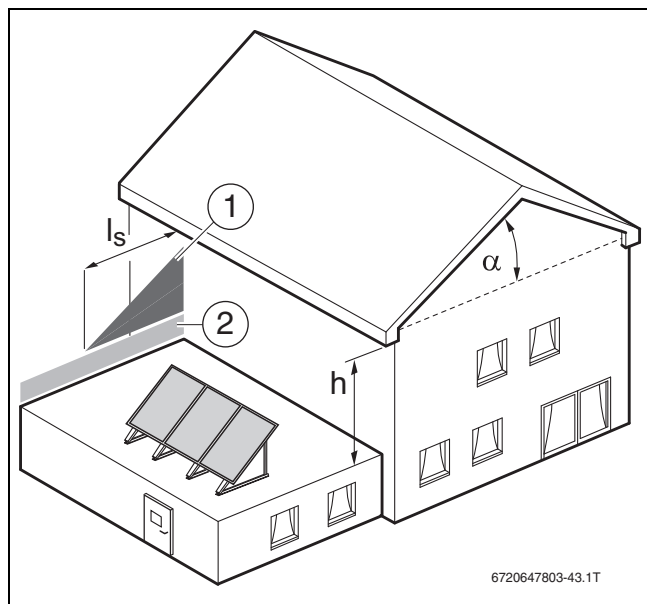

Fig. 12
- Eviter les hauteurs de décrochage (→ fig. 12).
En cas de hauteurs de décrochage, les glissements de neige doivent être évités à partir d'une pente de toit de $\alpha > 15^\circ$. La longueur de la charge supplémentaire due à un glissement de neige est fonction de la hauteur de décrochage ($\rightarrow$ fig. 12): $l_s = 2 \times h$